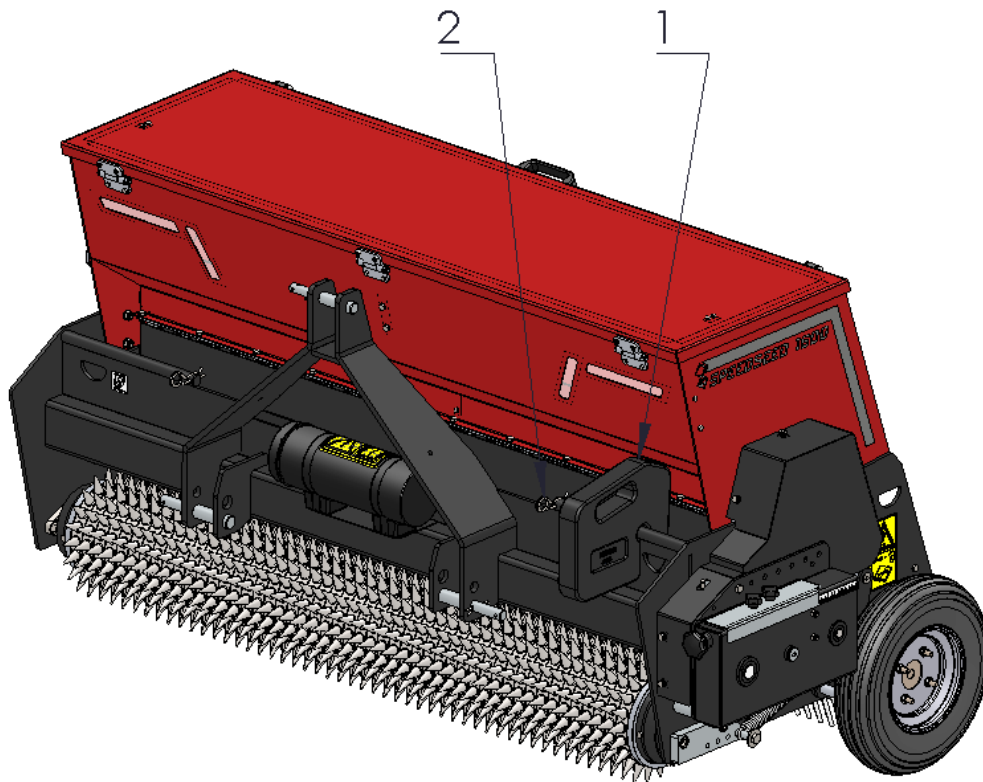

Figura 7
La Speedseed ha una barra frontale standard a cui possono essere fissati i pesi (1). (vedi **Figura 7**)